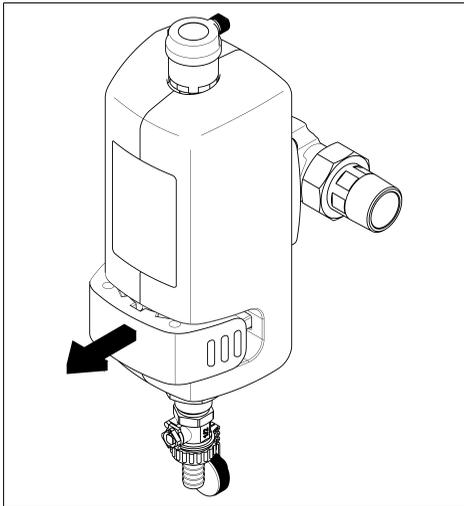

Abb. 7: Magnethalter herausziehen
- Magnethalter bis zum Anschlag aus dem Gehäuse ziehen (siehe Abb. 7).